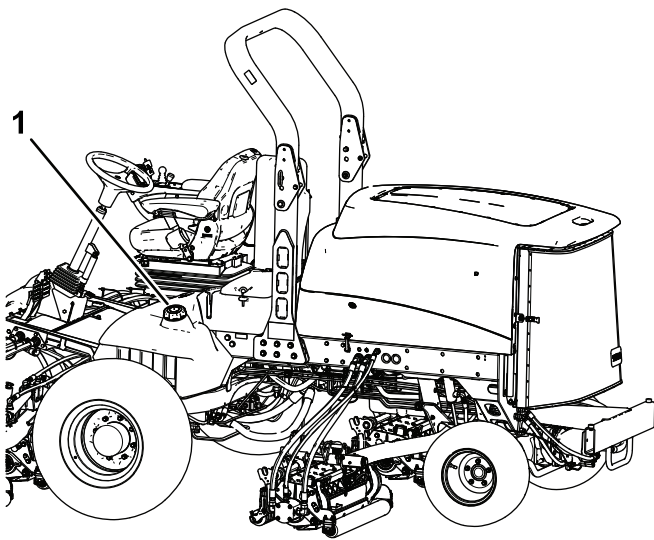

Bild 34
3. Nehmen Sie den Deckel vom Kraftstofftank ab (Bild 34).